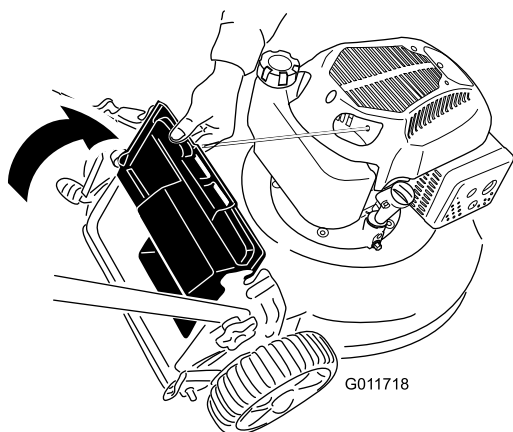

Рисунок 16
2. Поднимите и удерживайте задний отражатель (Рисунок 16).